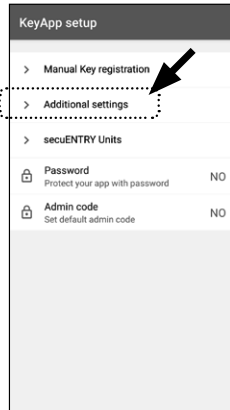

Abb. 67
- 4 Tippen Sie im Anschluss auf „Additional settings“ (Abb. 67).